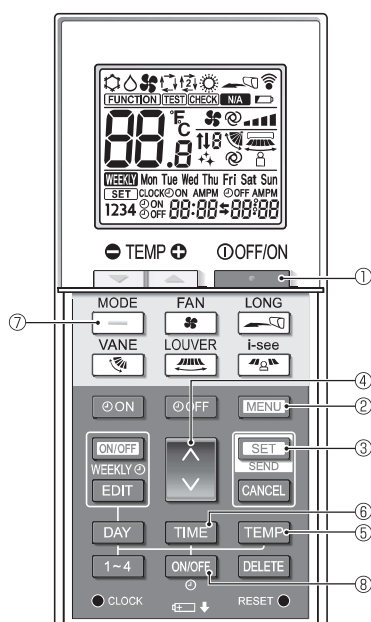

Fig. 6-9
1. Appuyez sur la touche **⏮** ① pour arrêter le climatiseur.
2. Appuyez sur la touche **MENU** ②.
L'écran Réglage des fonctions s'affiche et le n° de la fonction ③ clignote. (Fig. 6-9)